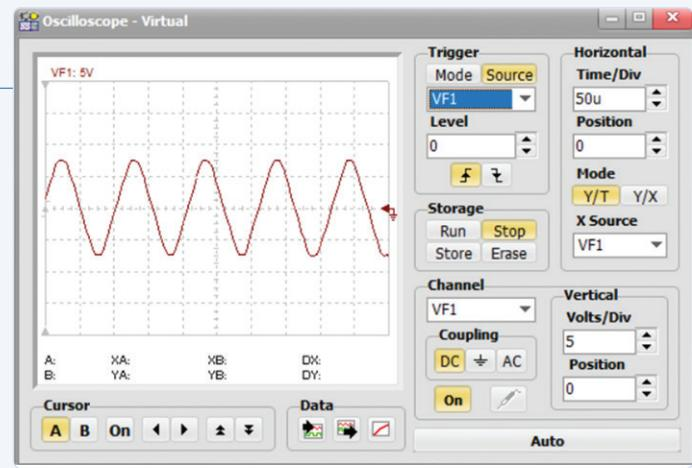

Figure 7. Forme d'onde de sortie.
- vérifiez la forme d'onde de sortie (**figure 7**). La période est de 100 μs (100u) ce qui correspond à 10 kHz.